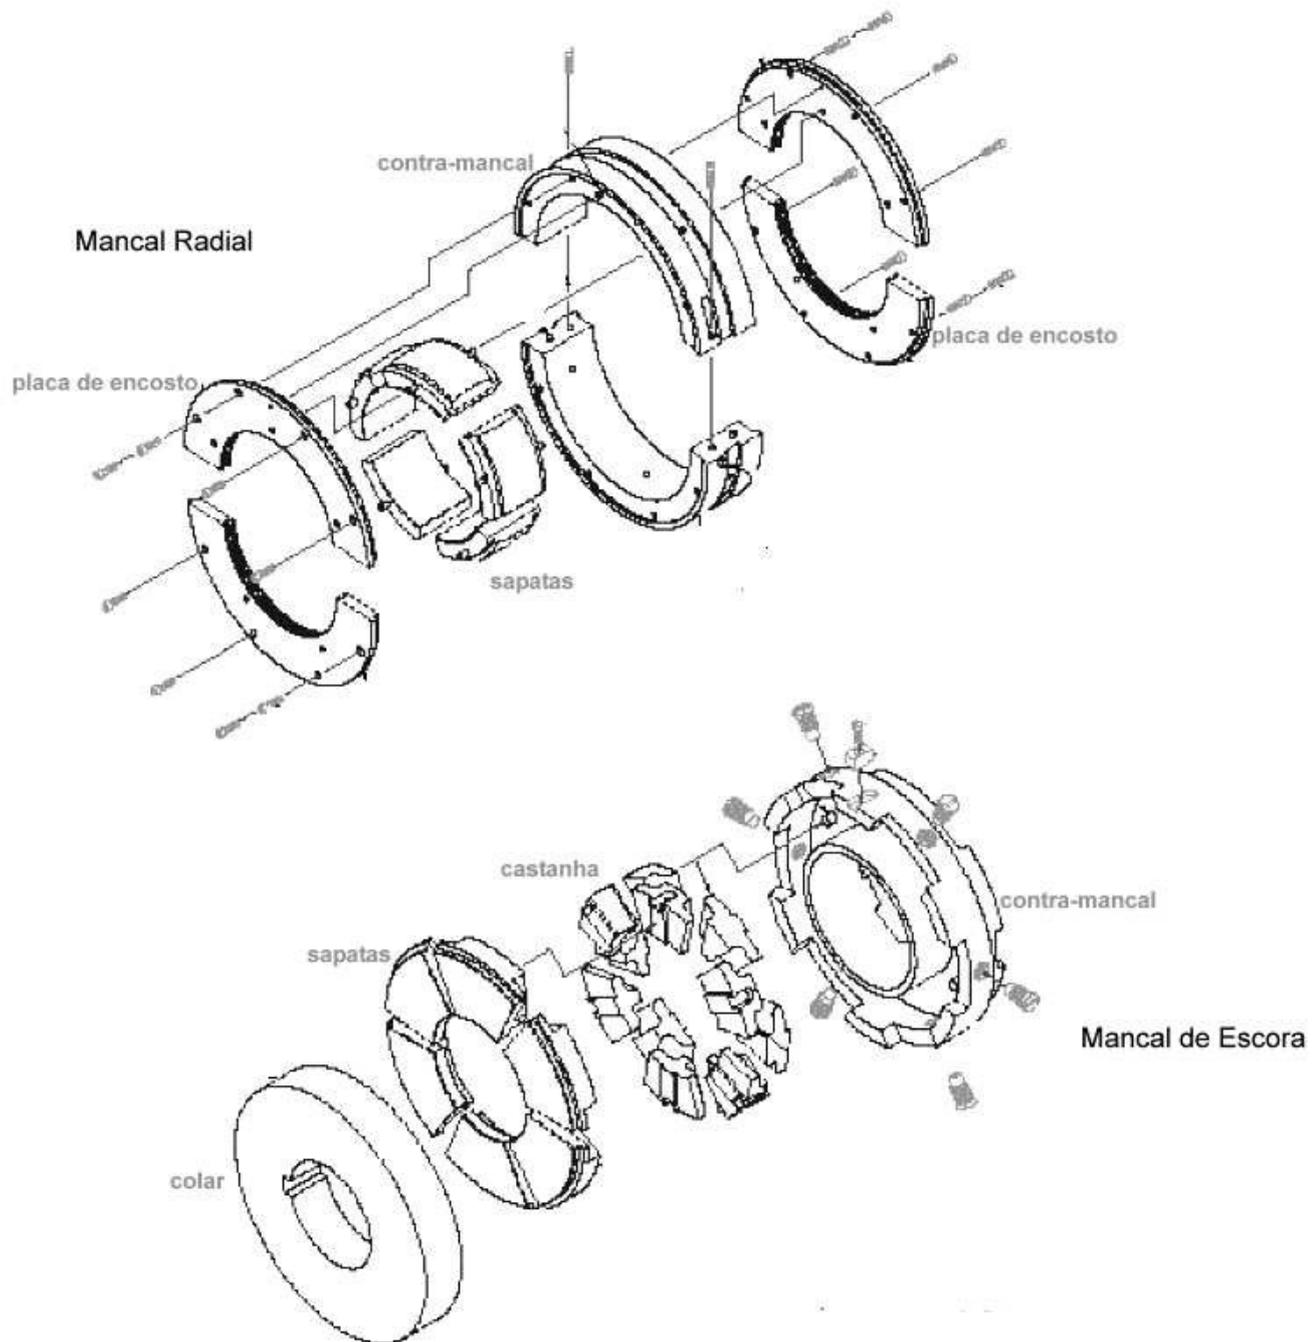

Figura 3.2: Esquema de Mancal Radial e de Escora
2. **Sapata**, também chamada pastilha, segmento ou bloco, é mantida livre para oscilar sobre a "castanha", vide figura 3.2. A sapata tem uma cobertura superficial em metal patente sobre uma base de aço e um ponto para oscilação, dito "pivô", (esférico ou cilíndrico). O metal patente ou "babbitt" é uma liga de material dúctil, colada a base da sapata, como o colar com características de rugosidade compatível com o filme de óleo. Por ser material mole, ele tem a capacidade de absorver contaminantes (duros) em suspensão no óleo, capaz de danificar a superfície do munhão ou colar axial (axial). Também em caso de interrupção momentânea da lubrificação, pode evitar o dano catastrófico do munhão ou colar pois o "babbitt", fundiria "lubrificando" as partes em contato até a parada da máquina; o corpo da sapata, normalmente em aço, pode ser em liga de cobre para dissipar melhor o calor gerado no "babbitt"; Os "pivôs" esféricos permitem uma oscilação livre das sapatas permitindo-se que a mesma oscile, acomodando dilatações e desalinhamentos toleráveis no eixo;